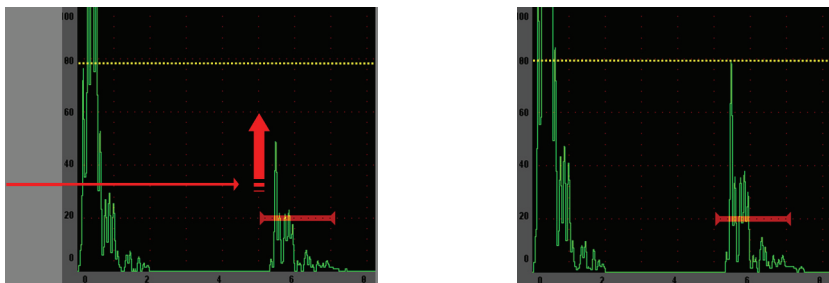

Рис. 2-8 Функция AutoXX%
- Нажатие [2ND F], (AUTO XX%) приводит в действие функцию AutoXX%, которая автоматически регулирует усиление с целью установить стробированную амплитуду эхо на уровне XX% полной высоты экрана (значение XX по умолчанию составляет 80 %). (См. Рис. 2-8 на странице 35.)